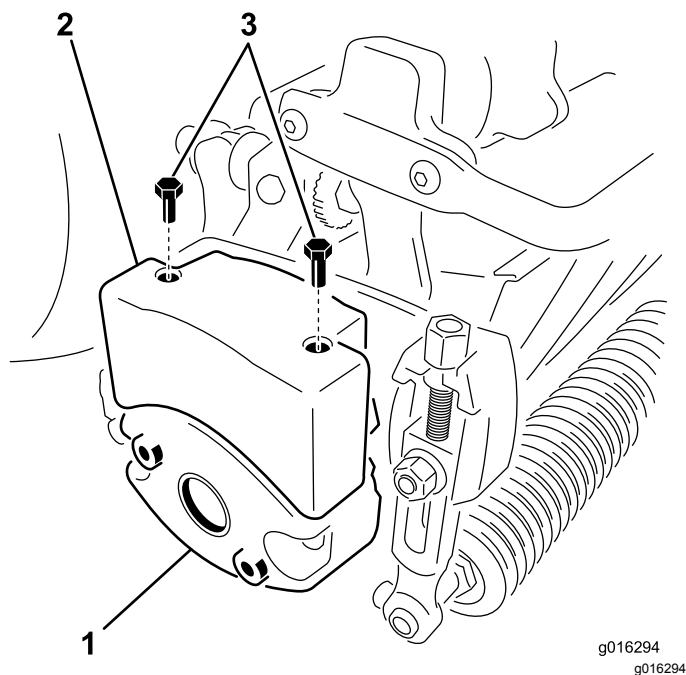

Figura 10
4. Retire los 2 pernos que sujetan el peso al costado de la unidad de corte. (**Figura 10**)
6. Instale un peso superior en el peso de la unidad de corte usando 2 tornillos de cabeza hexagonal (Figura 10).